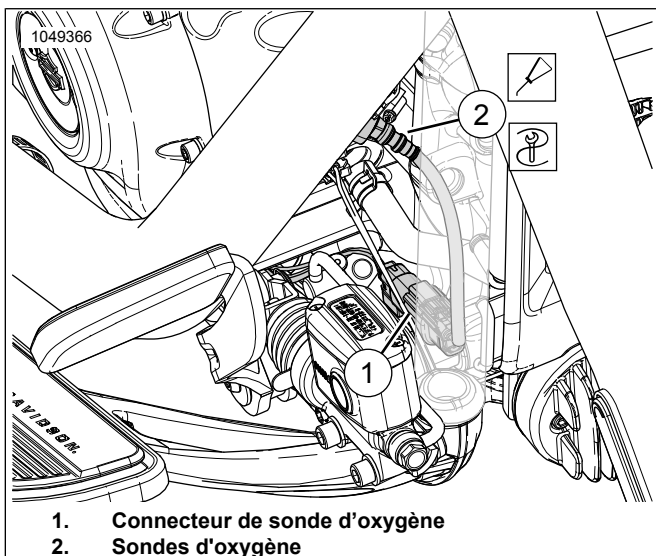

Figure 21. Sonde d'oxygène avant
Consultez Figure 21 . Débranchez le connecteur de la sonde d'oxygène avant (1) du faisceau principal.